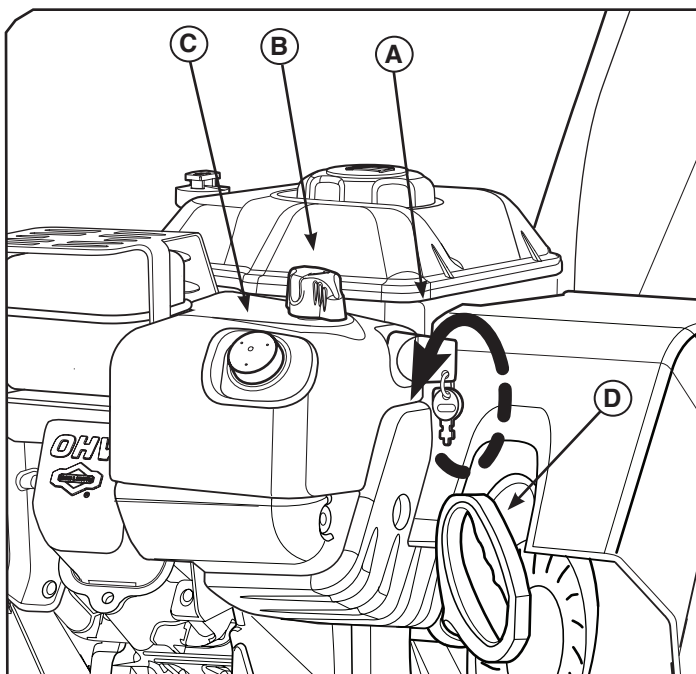

Figura 2
3. Inserte la llave de ENCENDIDO y APAGADO (A, Figura 2) y gírela a la posición ENCENDIDO o inserte la llave de tire y empuje, si está equipada.
9. A medida que el motor se calienta, mueva el control del estrangulador (B, Figura 2) a la posición abierta.
1. Gire la llave de ENCENDIDO y APAGADO (A, Figura 2) a la posición APAGADO o retire la llave de tire y empuje, si está equipada.